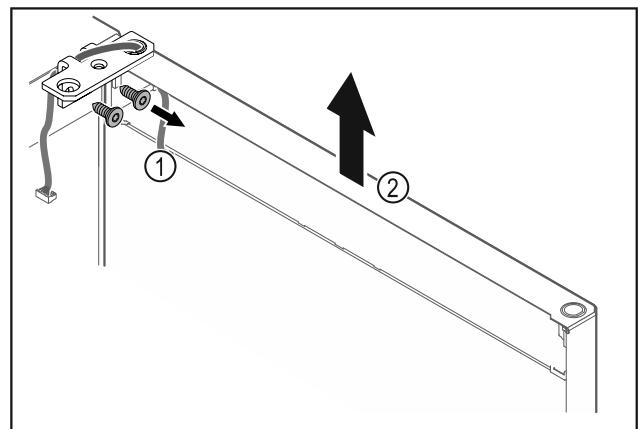

Fig. 21
- Svitare la cerniera angolare Fig. 21 (1).
- Sollevare la porta con la cerniera angolare Fig. 21 (2) di ca. 200 mm verso l'alto in senso orizzontale e rimuoverla.